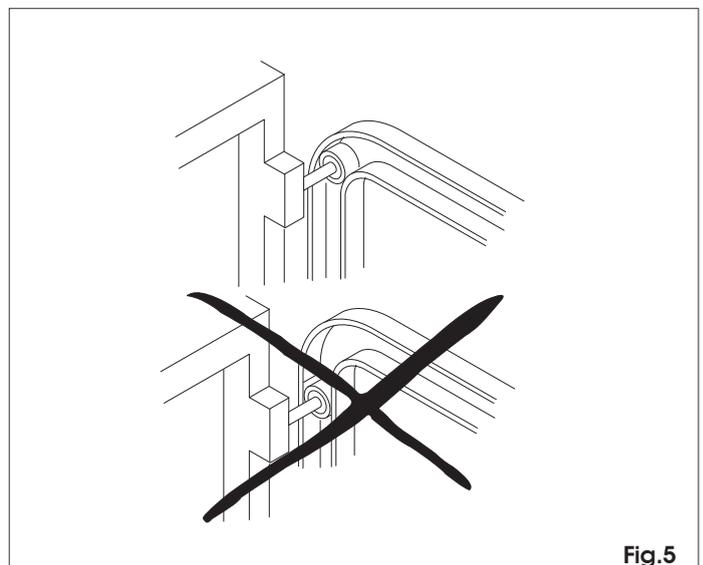

Fig.5
- Vérifier que le rouleau de guidage supérieur de la porte sectionnale se trouve dans la partie horizontale du rail lorsque la porte est fermée (fig. 5).